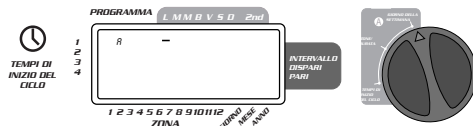

**FIGURA 6: Durata delle stazioni per il Programma A**
- Ruotare il selettore girevole sulla posizione **ZONE/DURATA** sia per il programma A che per il programma B. Il visualizzatore mostrerà il programma selezionato con una "A" o una "B" ed il cursore lampeggiante —MINS alla stazione "1" [vedi figura 6].